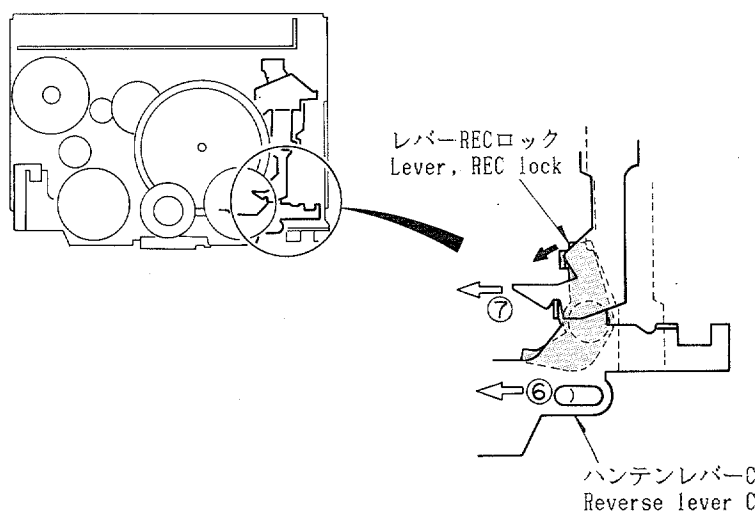

Fig. 15
- 2) カセットテープの誤消去防止ツメが折れていると、レバーRECボウシEは動きません。この状態でハンテンレバーCが矢印⑥方向へ作動すると、レバーRECボウシEが矢印⑦方向へ作動し、レバーRECロックを押すので、レバーREC Aが戻り、REC状態は解除されます。(Fig.15参照)
- 2) Using a cassette removed the erase protection tab, never moves the lever, REC prevention E. If, in this state, the reverse lever C is moved in the direction of arrow ⑥, the lever, REC prevention E is also moved in the direction of arrow ⑦, pushing the lever, REC lock to return the lever, REC A to the original position. Thereby, the recording mode is disengaged. (See Fig. 15)